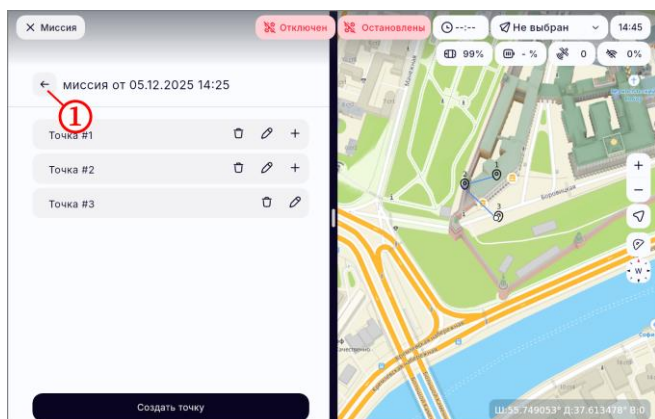

Рисунок 52
- нажать на кнопку  (рисунок 52, шаг 1);